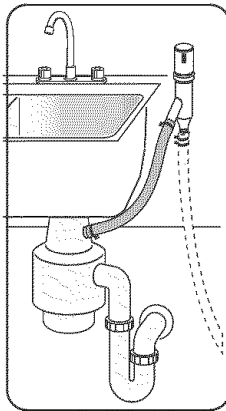

Ilustración 25
- 4) A la conexión de evacuación para lavadoras de platos en un eliminador de basura y a través de un dispositivo de ventilación, como muestra la Ilustración 25.